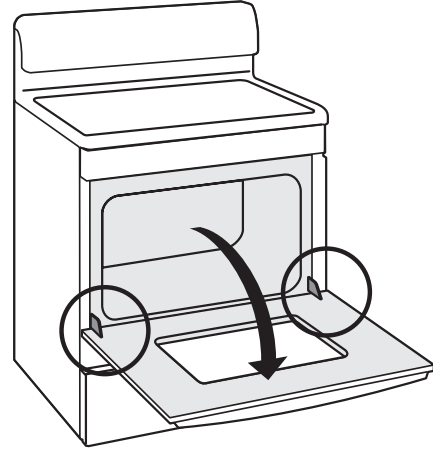

Fig. 1
1. Fully open the oven door *-Fig. 1-*.